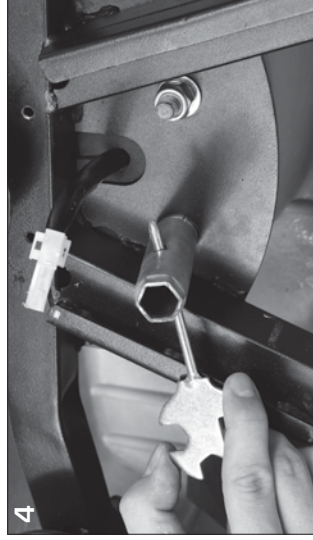

Bild 4: Fixieren Sie die Standsäule (3, 4) mit 2 Muttern (46), 2 Federringen (45) und 2 Unterlegscheiben (44) am Hauptrahmen (2).
Bild 4 und 5: Anschließend schrauben Sie die vordere Säulenverkleidung (11) und die hintere Säulenverkleidung (12) mit Hilfe von 5 Unterlegscheiben (47). 5 Unterlegscheiben (49) und 5 Inbusschrauben (51) an den Standsäulen (3/4).